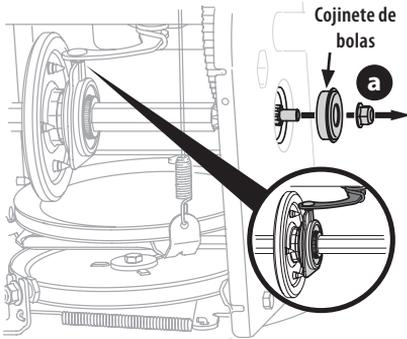

Figura 87
5. Extraiga con precaución la tuerca hexagonal (a) que sujeta el eje hexagonal al bastidor y golpee ligeramente el extremo del eje a fin de desplazar el cojinete de bolas del lado derecho del bastidor (Figura 87).
**NOTA:** Compruebe que el pasador de la palanca de cambios esté en su lugar en el alojamiento del cojinete (Figura 87, recuadro).